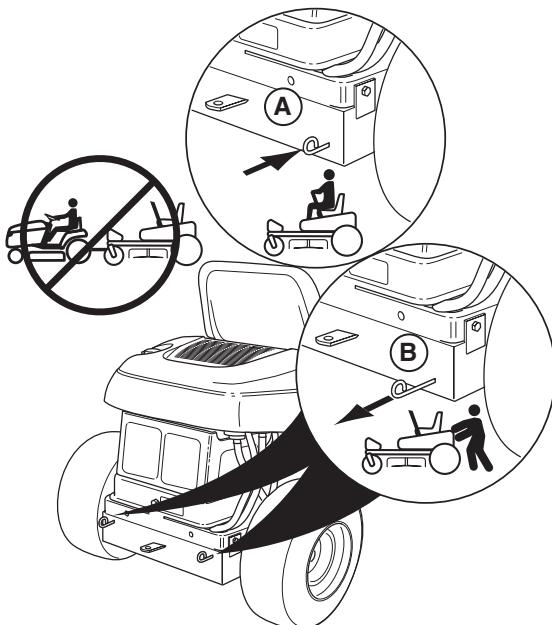

Figura 6. Palanca de Desembrague de la Banda
2. Ubique las palancas de desembrague de la transmisión (C, Figura 6) en la parte trasera de la unidad.
3. Jale las dos palancas hacia atrás y hacia abajo para desembragar las transmisiones (posición B, Figura 6).
5. Despues de mover el montable, coloque las palancas de control de velocidad de avance en START/PARK (arrancar), engranar el freno de estacionamiento, y empuje las dos palancas de desembrague de la transmisión hacia adelante para volver a embragar las transmisiones (posición A, Figura 6).